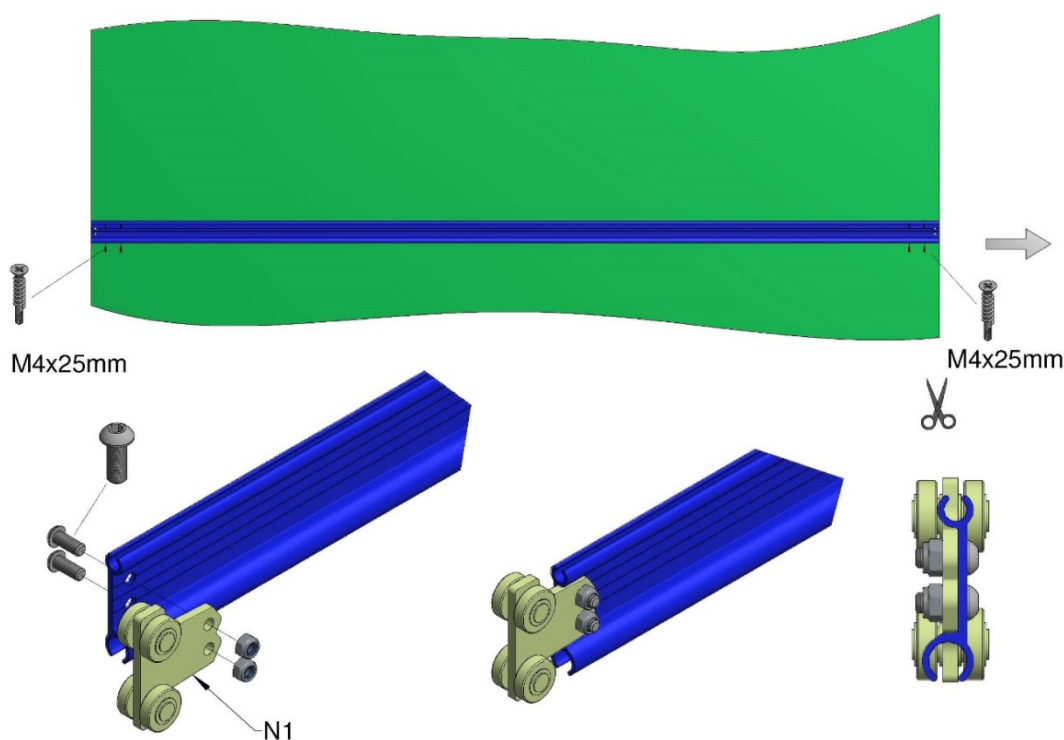

Figure 9 : Fixation du tissu
- Faites glisser le deuxième panneau et la deuxième barre de renforcement sur l'ensemble, alignez le panneau avec l'extrémité de la première barre de renforcement et fixez le tout avec des vis à tête fraisée M4x25. Tendez l'autre extrémité du panneau pour retirer tous les plis puis fixez-la avec des vis M4x25, comme indiqué en Figure 9. Répétez ces étapes avec la prochaine barre de renforcement et découpez le panneau selon la longueur requise.
- Attachez un trolley (N1) à chaque extrémité de la barre de renforcement à l'aide de vis à tête ronde M8x20 et d'écrous Nyloc. Assurez-vous que les trolleys sont positionnés comme indiqué en Figure 9.